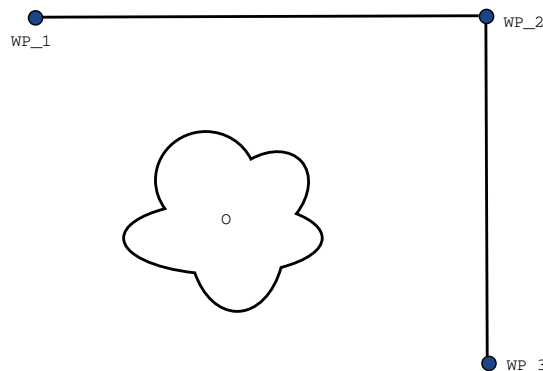

Figura 15.2: WP_1: posición inicial, WP_2: punto de la ruta, WP_3: posición de recogida, O: obstáculo.
Ejemplo Tomemos como ejemplo una aplicación de carga y descarga (consulte figura 15.2), en la que el robot se encuentra en ese momento en el punto de paso 1 (WP_1) y necesita recoger un objeto en el punto de paso 3 (WP_3). Para evitar colisiones con el objeto y otros obstáculos (O), el robot debe aproximarse a WP_3 en la dirección procedente del punto de paso 2 (WP_2). Por ello, se introducen tres puntos de paso para crear una trayectoria que cumpla estos requisitos.